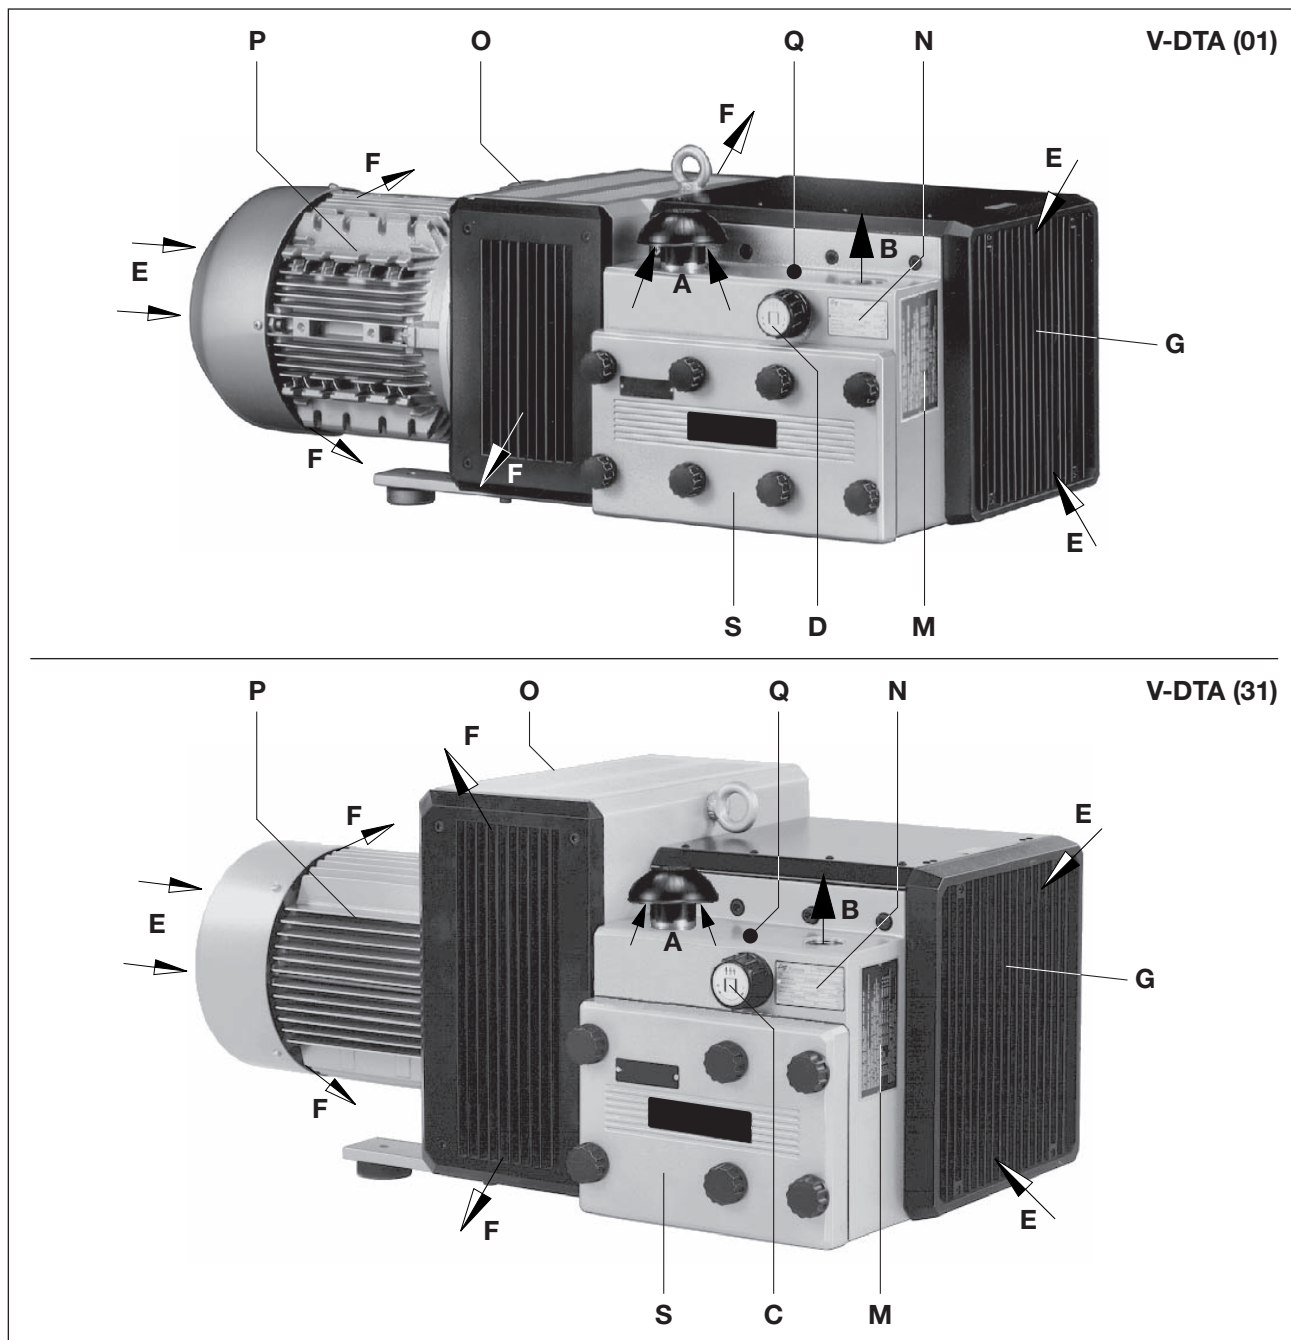

Fig. 2 Kompressor V-DTA
Tryckregleringsventilen (fig. 2/D) tillåter att trycket ställs in till önskade värden, som dock begränsas uppåt. Varianterna (01) till (30) föres den uppvärmda kyl Luft ut på båda sidorna och varianterna (31) till (60) föres kyl Luft ut på ena sidan.
Dessa torrgående lamellkompressorer V-DTA 60, V-DTA 80, V-DTA 100 och V-DTA 140 lämpar sig för att skapa övertryck mellan 0 och den högsta gränsen (bar) som anges på dataskylten (fig. 2/N). Kontinuerlig drift tillåts.
Filterhuset (fig. 2/S) ska vara lättillgängligt.
Kylluftingångarna (fig. 2/E) och kylluftutgångarna (fig. 2/F) måste hålla minst 30 cm avstånd till intilliggande väggar. Kyluft som tränger ut får inte sugas in på nytt. För underhållsarbeten måste man framför filterhuset (fig. 2/S) och insugningsgallret (fig. 2/G) ha minst 40 cm avstånd.
- a) Tryckanslutning vid (fig. 2/B).
De tryckområden som krävs kan ställas in med tryckregleringsventilen (fig. 2/D) i enlighet med symbolskylten på vridknappen.
- a) Uppgifter om motorns elektronik finns på märkskylten (fig. 2/N) eller på motorns märkskylt. Motorerna uppfyller kraven i DIN EN 60034 och tillhör skyddsklass IP 55 samt isoleringsklass F. Lämpligt kopplingsschema finns i motorns anslutningsbox (inte på versionen med kontakt-don). Motoruppgifterna måste jämföras med uppgifterna om det befintliga huvudnätverket (aktuell typ, spänning, nätverksfrekvens, tillåtet strömvärde).
Vid maskinens driftstemperatur kan yttemperaturerna på komponenterna (Fig. 2/Q) överstiga 70°C.
Torkmedlet i filterhuset (Fig. 2/S) måste avlägsnas innan maskinen startas upp
- ▷ Drivaxelns planerade rotationsriktning markeras av rotationsriktningspilen (fig. 2/O) på motorflänsen.